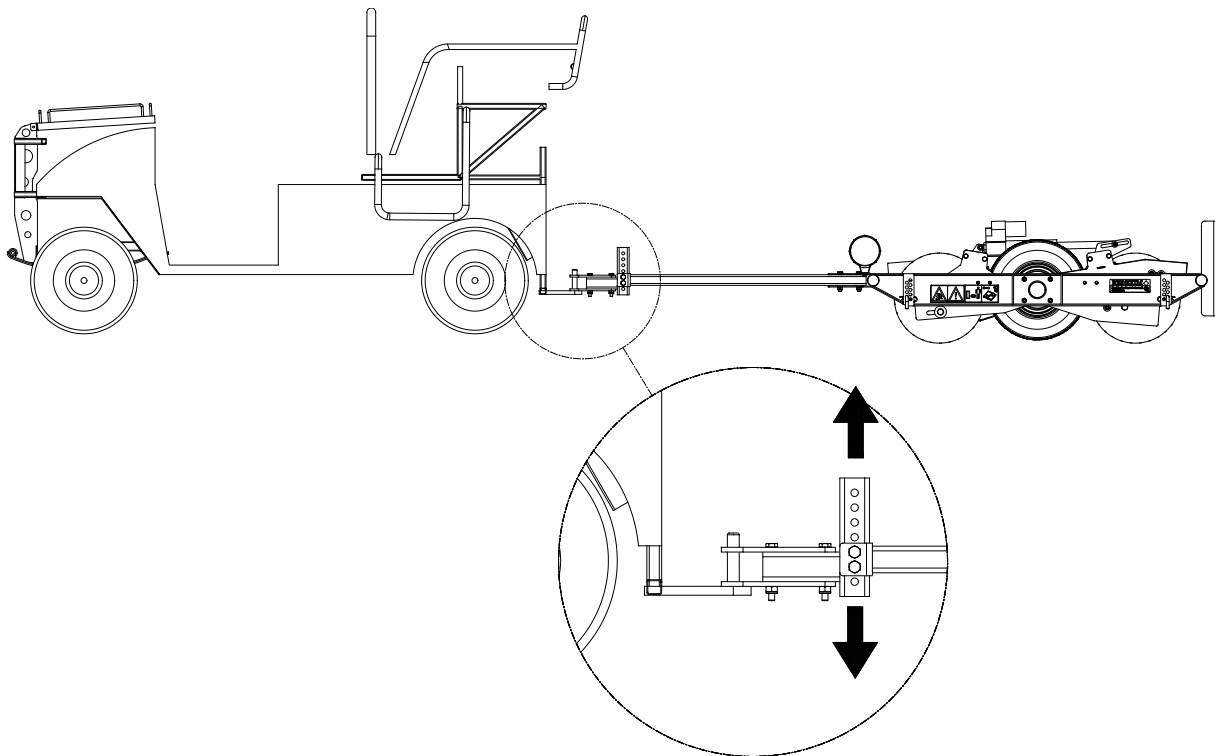

Fig. 9
Le Speed-Brush peut être attelé au véhicule de traction au moyen d'un croc d'attelage (fig 9.). La méthode est la suivante :
3. Contrôlez ensuite si le Speed-Brush se trouve à l'horizontale. Dans le cas contraire, dévissez les deux boulons et sélectionnez une position plus haute/plus basse (fig. 9).